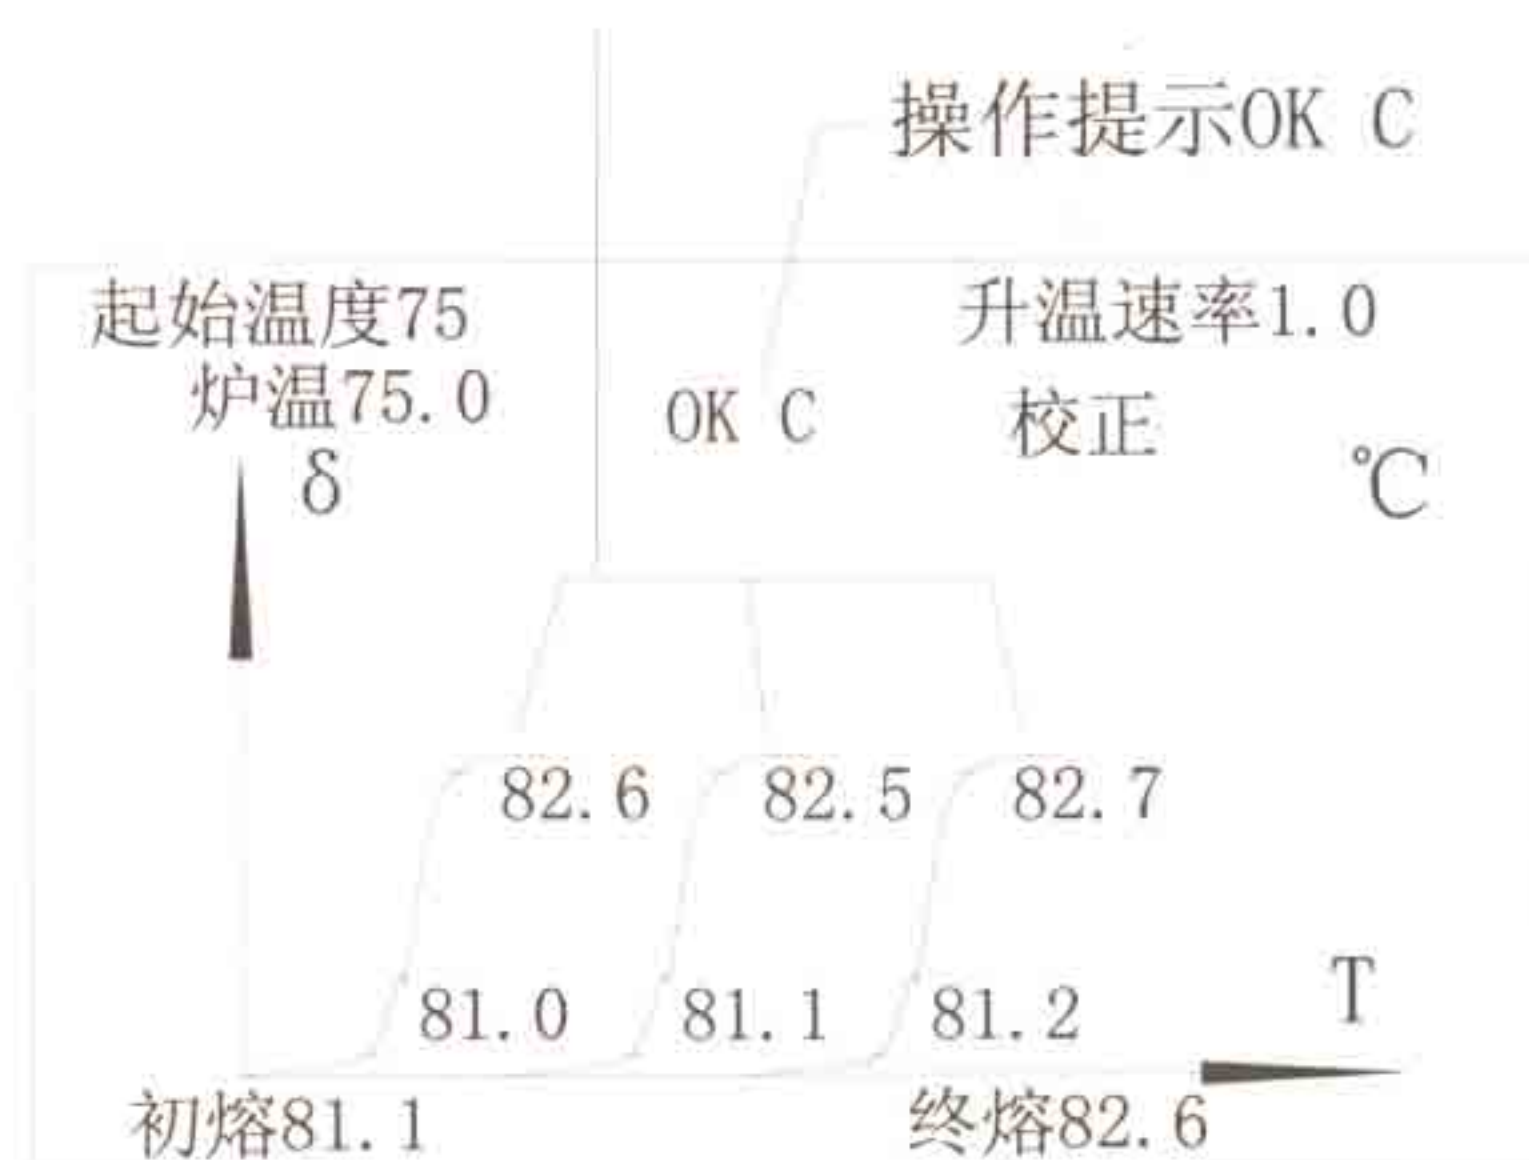

图 13
- ① 每测好一标准样品，操作提示处将显示“OK C”，由用户决定本次测量是否有效；
- ② 对于 WRS-2A，若 2 根曲线的终熔值很集中（即重复性好）即可认为本次测量有效而选择 OK，按“”键；（见图 13）